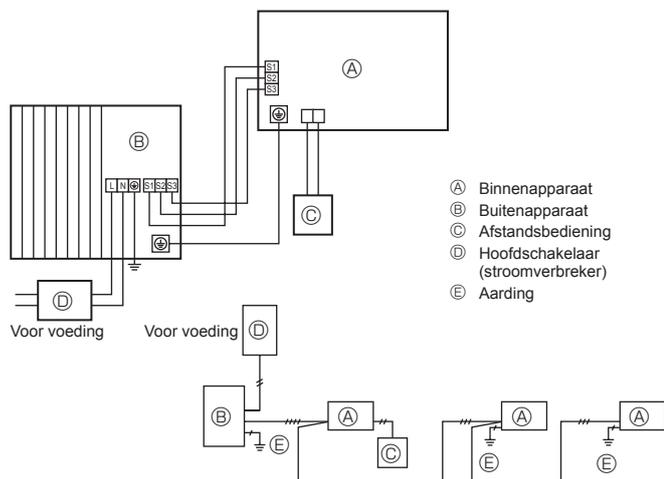
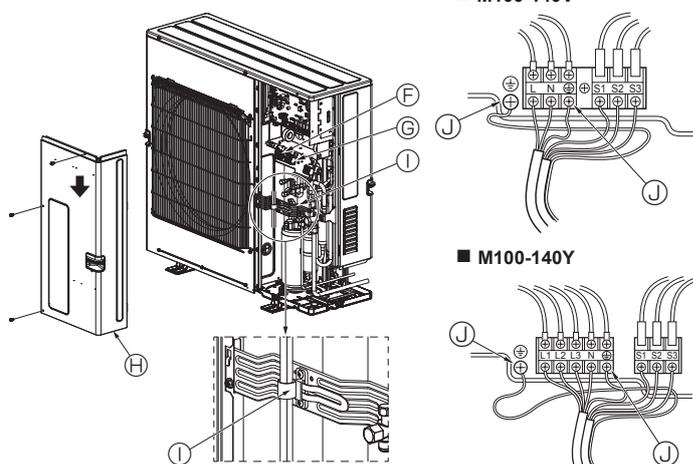

Fig. 6-1
Fig. 6-2
6.1. Buitenapparaat (Fig. 6-1, Fig. 6-2)
- ① Verwijder het onderhoudspaneel.
- ② Sluit de kabels aan aan de hand van Fig. 6-1 en 6-2.